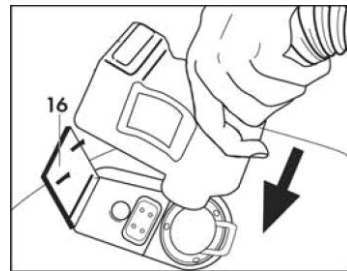

Fig. 6
Chiudere lo sportello della presa accessori (16) sul corpo dell'attacco rapido assicurandosi che i due particolari si aggancino. (Fig. 6)